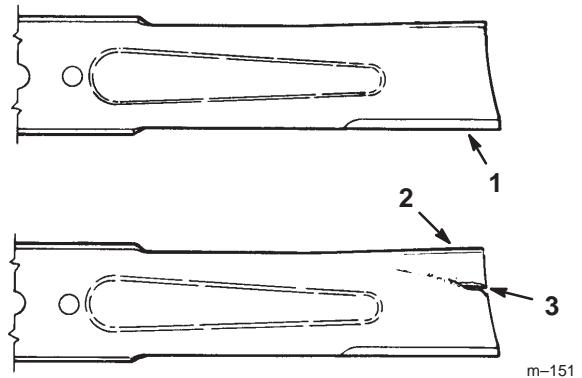

Figure 24
1. Inspectez les tranchants des lames (Fig. 24). Si les lames ne sont pas tranchantes ou si elles présentent des indentations, déposez-les et aiguisez-les (voir Aiguiseage des lames, page 30).
2. Inspectez les lames, surtout la partie incurvée (Fig. 24). Remplacez immédiatement toute lame endommagée, usée ou qui présente une entaille (repère 3 de la Fig. 24).